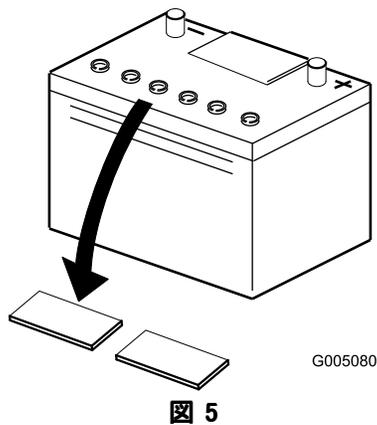

図5
2. バッテリーの上部をきれいに拭い、キャップを取り外す（図5）。